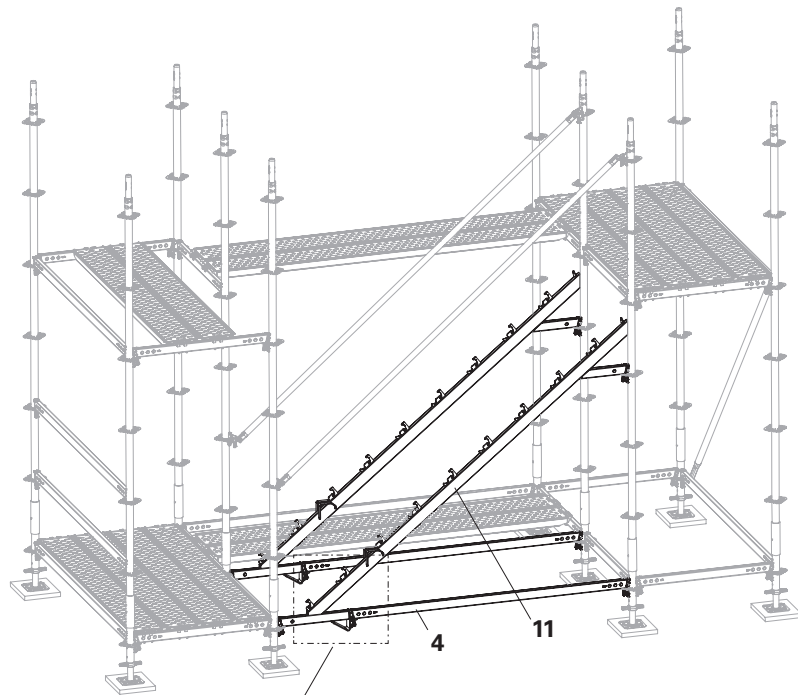

Fig. A2.06
3. Stabilizzare con due correnti orizzontali UH-2 200 (**4**), bloccare i cunei. (Fig. A2.06)